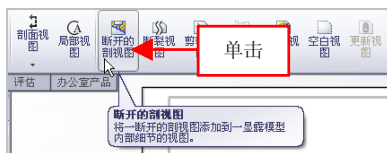

图 11-44 单击【断开的剖视图】按钮
(2) 在【视图布局】选项卡中，单击【断开的剖视图】按钮，如图 11-44 所示。